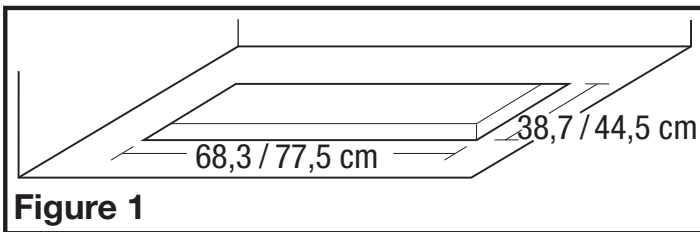

Figure 1
- PIN30** : Découpez un trou de 77,5 cm de large sur 44,5 cm de profond dans l'armoire ou le couvert dans lequel sera monté l'unité (Figure 1):